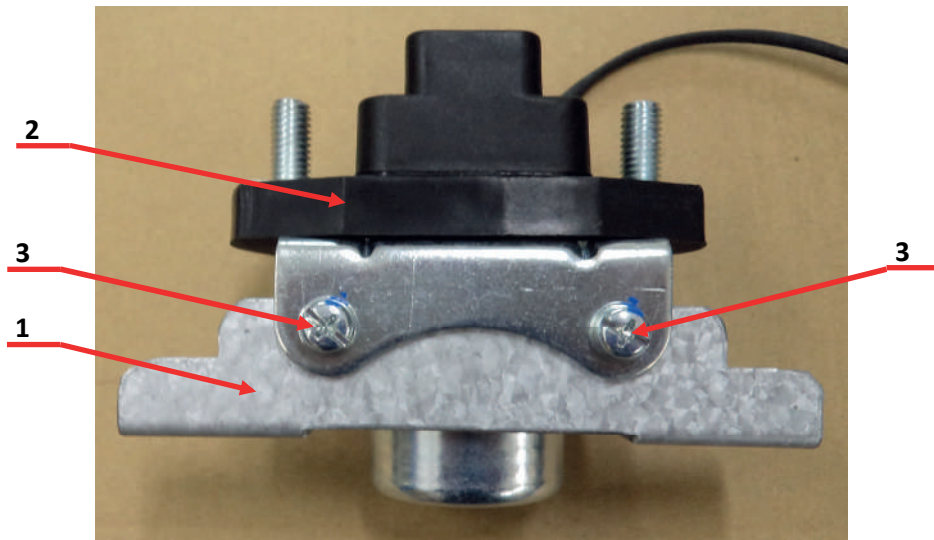

Рис.7.1
7.1.1. Установить кронштейн поз.1 на основание контактора поз.2 и закрепить его винтами поз.3 (рис.7.1).